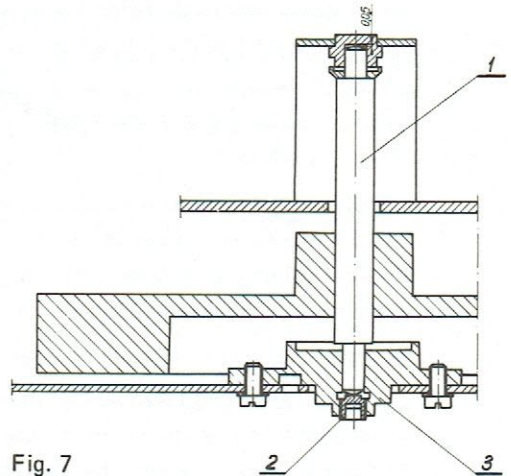

Fig. 7
### POSITIONNEMENT DU CABESTAN (fig. 7)
REGLAGES : Desserrer les deux vis (28) et à l'aide d'une clef positionner le palier (14) (figure 3). En cas de démontage du cabestan, si ce réglage n'est pas suffisant, positionner le palier inférieur (3) (figure 7).